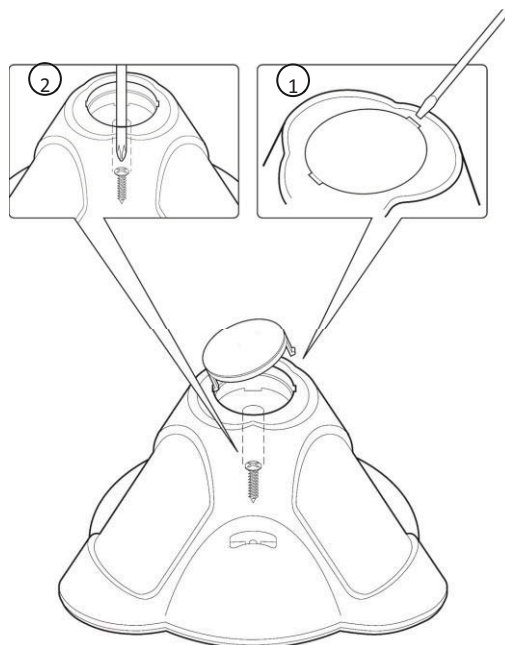

FIGURA 1
1. Per aprire il rivelatore (Figura 1), inserire un cacciavite nella fessura tra il tappo di protezione superiore e il coperchio. Il coperchio rimarrà agganciato alla base del sensore.